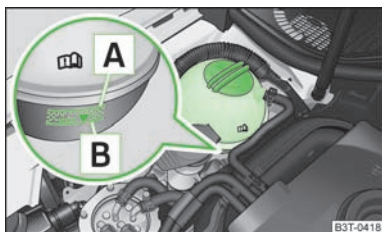

Fig. 145
Para rellenar recomendamos utilizar solamente aquel líquido refrigerante cuya designación se encuentra en el depósito de expansión del refrigerante » fig. 145.
- Comprobar el nivel de líquido refrigerante en el depósito de expansión del mismo » fig. 145. Con el motor frío, el nivel de líquido refrigerante debe encontrarse entre las marcas **B** (mín.) y **A** (máx.). Con el motor caliente, el nivel puede sobrepasar también ligeramente la marca **A** (máx.).
- Colocar un trapo sobre el tapa de cierre del depósito de expansión de líquido refrigerante » fig. 145 y desenroscar el tapón **con cuidado**.
¡No rellenar el depósito de líquido refrigerante por encima de la marca **A** (máx.) » fig. 145! El líquido refrigerante excedente es expulsado del sistema de refrigeración a través de la válvula de sobrepresión situada en el tapón de cierre del depósito de compensación del refrigerante al calentarse.